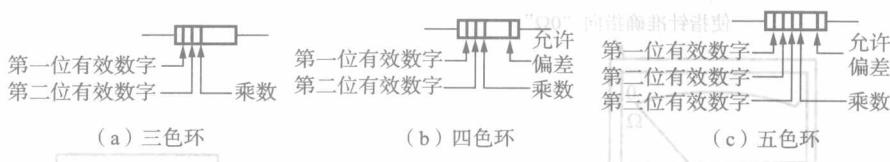

图 1-2 三色环、四色环和五色环电阻标注方法及含义
3) 色标法：小功率电阻（特别是 $0.5W$ 以下的碳膜和金属膜电阻）多用表面色环来表示标称阻值，每一种颜色代表一个数字，在工程上这叫做色码。电阻阻值的色环表示有三色环、四色环和五色环三种，其含义如图 1-2 所示。对于四色环电阻，用前 3 个色环来表示阻值（前二环代表有效数字，第三环代表十倍乘的次数），用最后 1 个色环表示允许偏差。五色环电阻器一般是金属膜精密电阻器（标称阻值采用 E48、E96 或 E192 系列），前 4 个色环为标称阻值环，最后一个色环为允许偏差环。标称阻值环和允许偏差环的颜色含义见表 1-3。